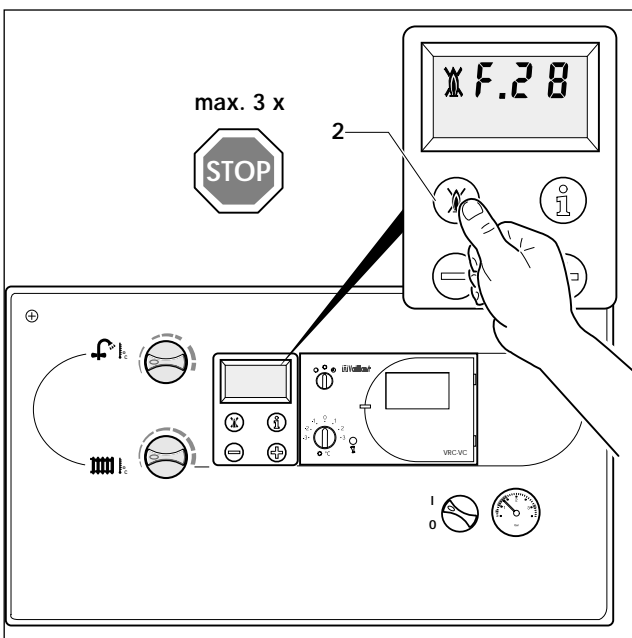

Fig. 3.12: Eliminazione anomalia
- In questo caso, premere il tasto di sblocco (2, Fig. 3.12) e tenerlo premuto per ca. 1 secondo.
- Premere il pulsante antidisturbo (2, Fig. 3.12) tenendolo premuto per ca. 1 sec., oppure portare l'interruttore principale dell'apparecchio in posizione "OFF" e poi di nuovo in posizione "ON".